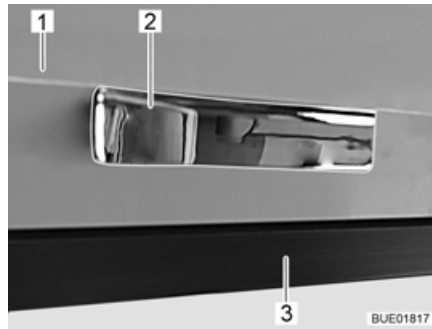

Bild 72 Skåplucka med trycklås
- Tryck på skåpluckan (Bild 72,1) vid handtaget (Bild 72,2) mot skåpskroppen (Bild 72,3). Skåpluckan är upplåst.